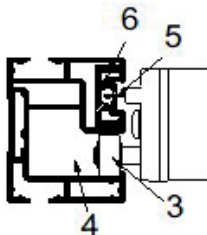

Abb. 13: Einführung der Laufräder
- » Führen Sie die Laufräder (3 – Abb. 13) der Fallstangenzapfen in die dafür vorgesehene Gasse der Führungsschienen (4 – Abb. 13).
- » Führen Sie den Zip (5 – Abb. 13) in die Innenführungsleiste (6 – Abb. 13) oberhalb der Gasse der Laufräder (4 – Abb. 13).